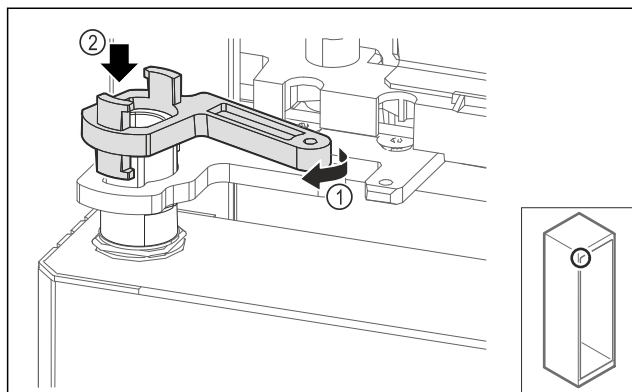

Fig. 66
- Drej lejebukslåsen en smule, Fig. 66 (1) og sæt den på muffen Fig. 66 (2).